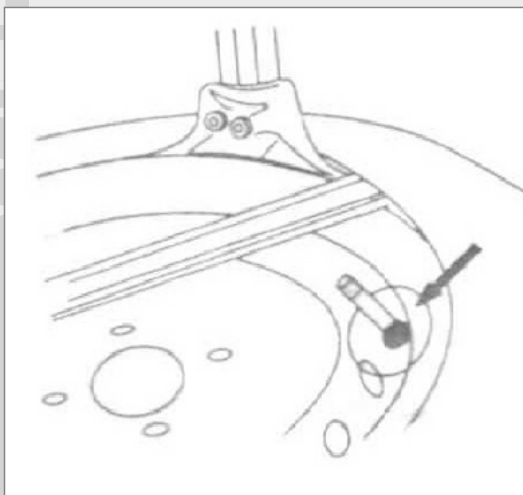

Рисунок 18
4. Используйте монтажку для разъединения, пока край не будет находиться возле выступа инструмента для демонтажа (Рис. 18). Нажмите на педаль вращения поворотного стола (Рис. 2-10), вращайте поворотный стол по часовой стрелке, пока весь край полностью не отсоединится. При работе с камерной шиной, во избежание повреждения камеры, при демонтаже держите сопло шины на 10 см от правой стороны инструмента для демонтажа. Если при демонтаже шины произошло заедание, немедленно остановите станок, а затем поднимите педаль для запуска вращения поворотного стола против часовой стрелки, чтобы устранить сопротивление!